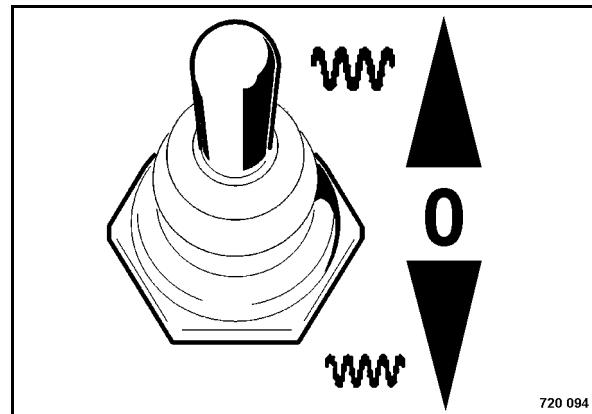

Fig. 45
- Choose the amplitude (Fig. 45).